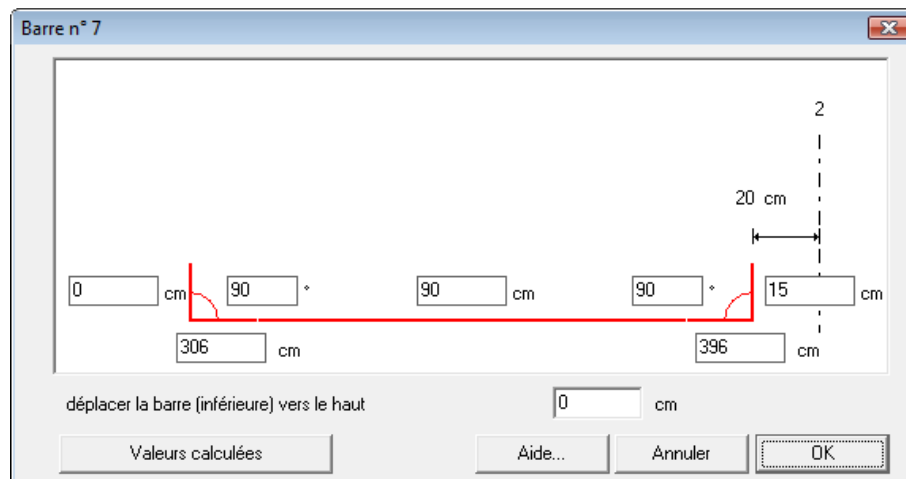

fig. 52: Un crochet pour la barre
Spécifiez pour la barre (7) un crochet vertical de 15 cm (fig. 52) et confirmez votre choix en cliquant sur le bouton "**OK**". Procédez ensuite de la sorte pour la barre (8). Le plan de ferrailage obtenu est illustré à la prochaine figure: